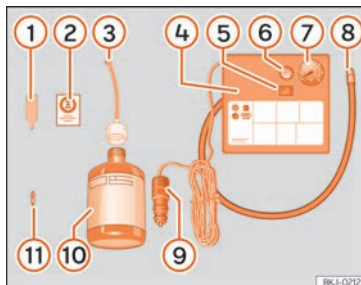

Fig. 32 Representación estándar: contenido del kit antipinchazos.
» **fig. 32:**
- Desenrosque la caperuza y el obús de la válvula del neumático. Utilice el aparato » fig. 32 ① para extraer el obús. Colóquelo en una superficie limpia.
- Agite con fuerza la botella de sellante de neumáticos » fig. 32 ⑩.
- Enrosque el tubo de inflado » fig. 32 ③ en la botella de sellante. El precinto de la botella se romperá automáticamente.
- Retire el tapón del tubo de llenado » fig. 32 ③ y enrosque el extremo abierto del tubo en la válvula del neumático.
- Vuelva a colocar el obús con el aparato » fig. 32 ① en la válvula del neumático.
- Enrosque el tubo de inflado del neumático del compresor » fig. 32 ⑧ en la válvula del neumático.
- Compruebe que el tornillo de evacuación de aire está cerrado » fig. 32 ⑥.
- Acople el conector » fig. 32 ⑨ a toma de corriente de 12 voltios del vehículo » pág. 146.
- Conecte el compresor de aire con conmutador ON/OFF » fig. 32 ⑤.
- Pegue el adhesivo » fig. 32 ② en el cuadro de instrumentos, dentro del campo visual del conductor.
Vuelva a enroscar el tubo de inflado » fig. 32 ⑤ y compruebe la presión en el manómetro ⑥.